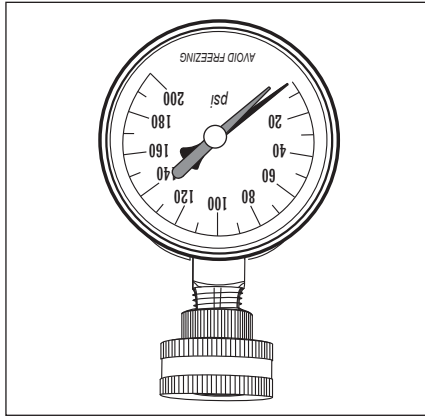

Figure 4 - Utiliser un manomètre à eau pour s'assurer que la pression d'eau du domicile n'est pas trop élevée.
la pression d'eau du domicile à l'aide d'un manomètre (Figure 4). La majorité des réglementations prévoit une pression d'arrivée d'eau maximale de 551 kPa (80 psi). Nous conseillons une pression de service ne dépassant pas 345 à 414 kPa (50 à 60 psi).
- Manomètre à eau (Figure 4 à la page 10)